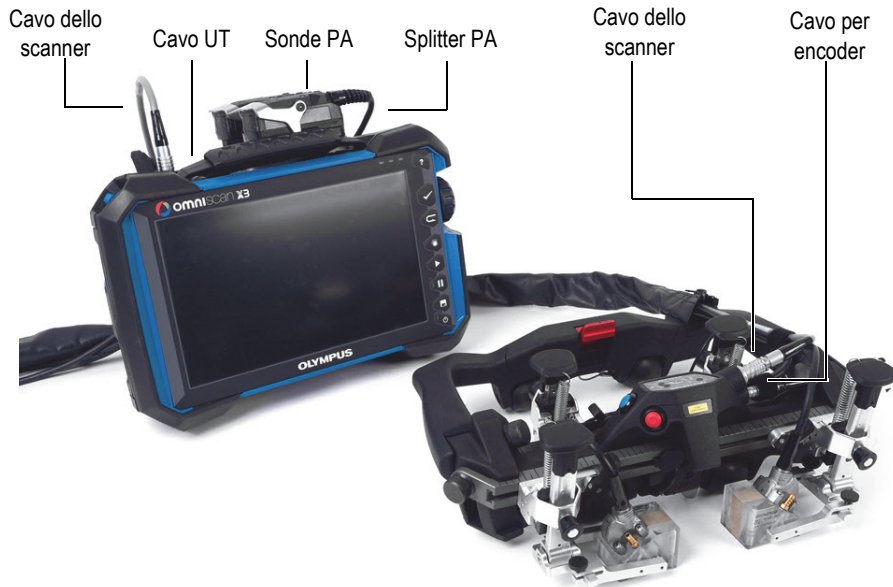

Figura 2-28 Scanner e OmniScan collegati
6. Collegare il cavo dello scanner al connettore dell'encoder OmniScan (simbolo IOIO) [Figura 2-28 a pagina 63].